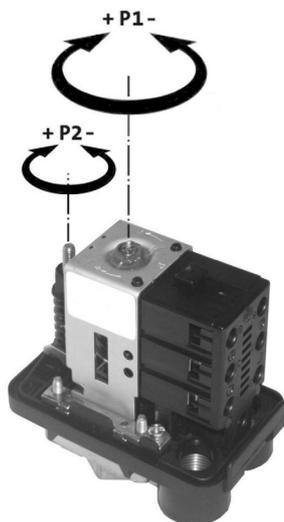

Fig. 6 Capteur de pression
Chaque groupe de surpression est testé en usine et les capteurs de pression sont réglés pour assurer une performance optimale. Pendant installation et la mise en service, il peut être nécessaire d'ajuster les réglages pour optimiser le fonctionnement dans l'installation. Voir fig. 6.
1. Tourner la vis P1 dans le sens des aiguilles d'une montre pour augmenter la pression d'arrêt et dans le sens inverse pour diminuer la pression d'arrêt. Voir fig. 6.
Pour régler la pression différentielle ($p_{\text{diff.}}$), tourner la vis P2 dans le sens des aiguilles d'une montre pour augmenter la pression différentielle et dans le sens inverse pour diminuer la pression différentielle. La pression d'arrêt reste inchangée. Voir fig. 6.